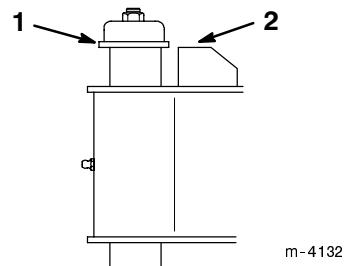

Abbildung 13
- Beim Fegen versuchen, den Flansch an der Oberseite des Drehzapfens auf einer Höhe mit dem Zieheisen zu halten (Abb. 13). Dadurch wird für ausreichende Bewegungsfreiheit gesorgt, wenn der Besen über Höcker oder Kuhlen fährt.